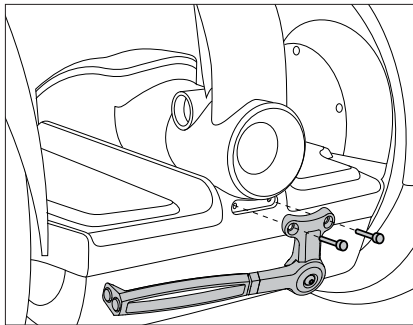

Abbildung 2. Den Parkständer befestigen
3. Halten Sie den Parkständer so über die vordere Verkleidung, dass die Löcher zur Deckung kommen. **Siehe Abbildung 2.**
4. Drehen Sie die (2) 14 mm langen Schrauben (im Kit enthalten) durch den Parkständer in die vordere Verkleidung. **Siehe Abbildung 2.** Ziehen Sie die Schrauben mit einem 4-mm-Inbusschlüssel auf 1,5 N-m an.